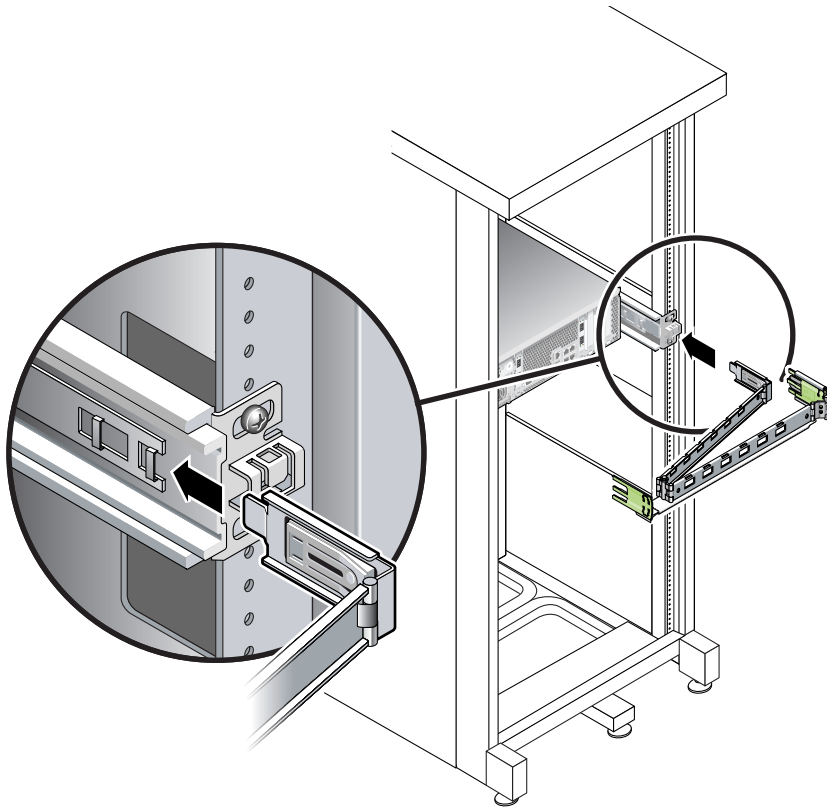

FIGURA 2-19 Montaje del conector CMA interior
2. **Inserte la extensión más pequeña en el clip situado en el extremo del soporte (FIGURA 2-19).**